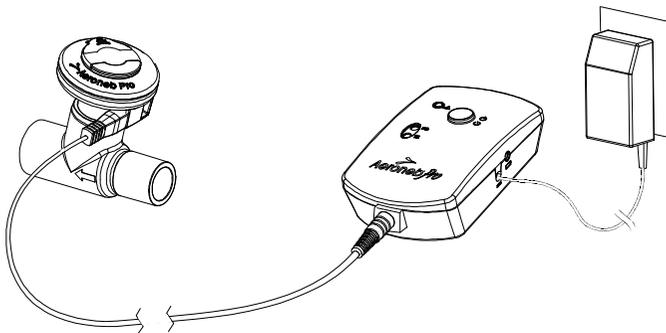

Abbildung 5: Anschluss des AC/DC-Netzteils
6. Für den Betrieb mit Netzstrom (primäre Stromversorgung) den Kabelanschluss des AC/DC-Netzteils an das Steuermodul und das Netzteil an eine Wechselstromquelle anschließen (Abbildung 5).
Zum Aufladen der Batterie das AC/DC-Netzteil an das Steuermodul und an eine Wechselstromquelle anschließen (Abbildung 5). Die Batterieladeanzeige leuchtet während des Ladevorgangs gelb auf und wechselt zu grün, sobald die Batterie vollständig aufgeladen ist. Die interne Batterie muss mindestens vier Stunden lang geladen werden, bis sie vollständig aufgeladen ist.